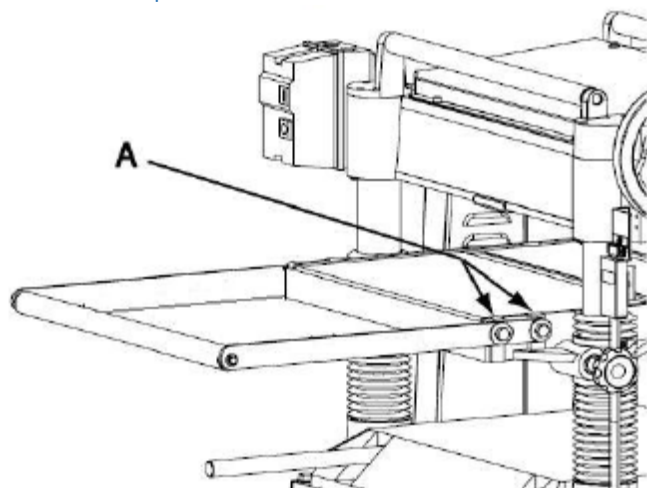

Рис. 6. Стандартный выносной ролик
Прикрепить выносные ролики стола к столу с помощью входящих в комплект поставки винтов с шестигранным шлицем с шайбами (рис. 6, А). ролики необходимо отрегулировать до начала эксплуатации рейсмусового станка. См. п. «Регулировка выносных роликов стола».
Рис. 6а. Приставной стол: 1 – поверочная линейка, 2 – винт с шестигранным шлицем, 3 - установочный винт
1. Прикрепить чугунный стол к краю главного стола тремя винтами М8 х 25 с шестигранным шлицем (рис. 6а). Не затягивать полностью.
Рис. 6б: 1 –винт с шестигранным шлицем, 2 – шайба, 3 – короб системы аспирации опилок, 4 – винт с шестигранным шлицем, 5 – шайба
Короб системы аспирации опилок (рис. 6б) поставляется как стандартное оборудование с моделью рейсмусового станка JWP-208 и обеспечивает чистоту и безопасность рабочей зоны. Он крепится к станку винтами с шайбами, как видно из рисунка.